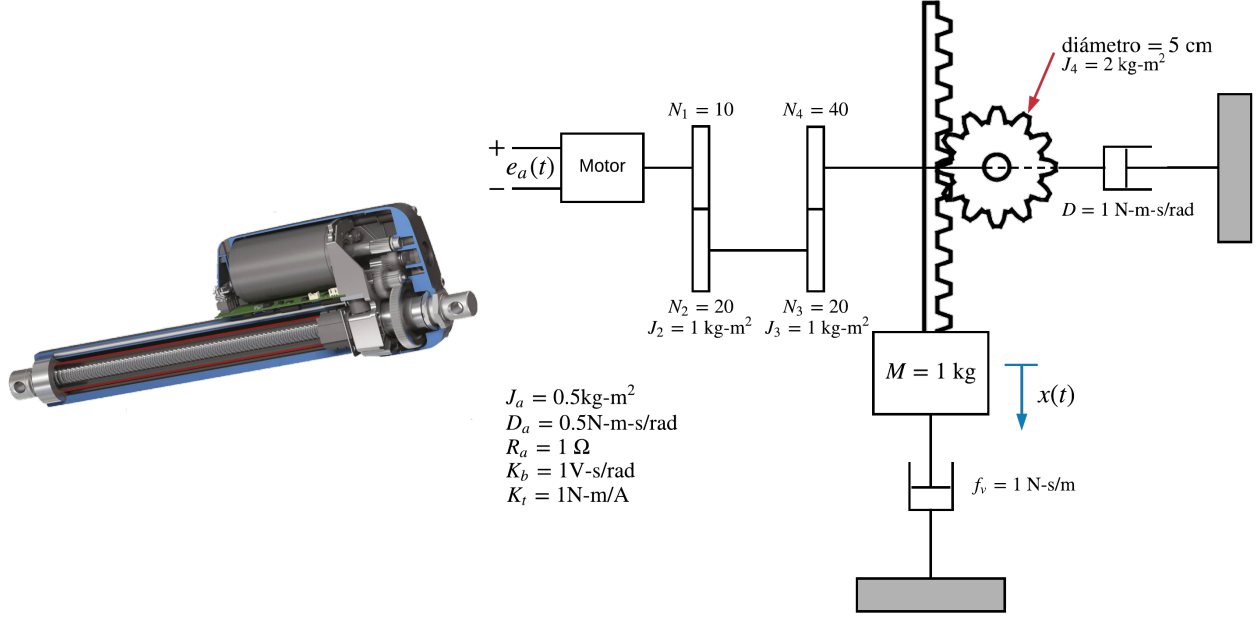

Figura 3: Actuador lineal y su sistema electromecánico equivalente.
3. Considere que se tiene un actuador/servo lineal como el que se muestra en el lado izquierdo de la Figura 3. Si se asume que la fricción en la caja reductora es despreciable, el actuador puede modelarse como un sistema que combina una parte rotacional con una traslacional, como se muestra en el lado derecho de la Figura 3. El encargado de suplir la potencia del sistema es un motor que se coloca en la entrada de la reducción, el cual presenta una función de transferencia